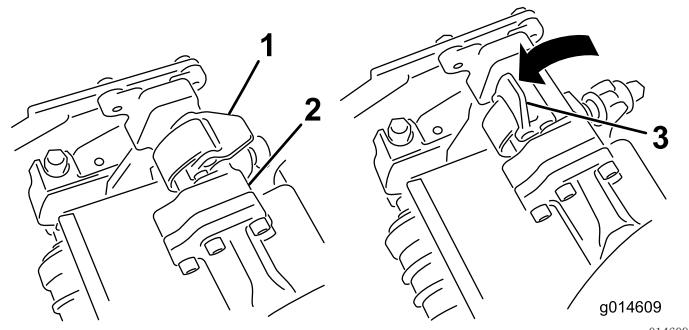
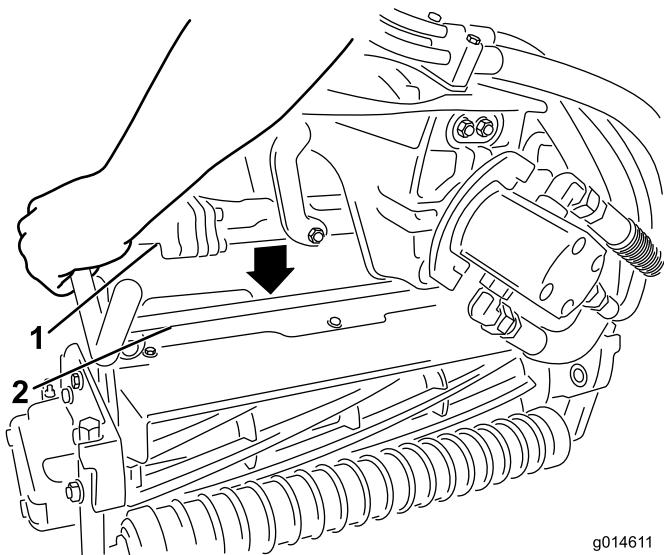

图32
图33
3. 当悬挂臂杆上的闩锁指向上方（即打开）时（图32），向下压悬挂臂，使悬挂臂杆与滚刀组上方的支架相契合（图33）。
4. 向下并绕着滚刀组横杆关闭闩锁，将它们锁定到位（图32）。
- 打开您正在拆下的滚刀组悬挂臂上的闩锁（图32）。